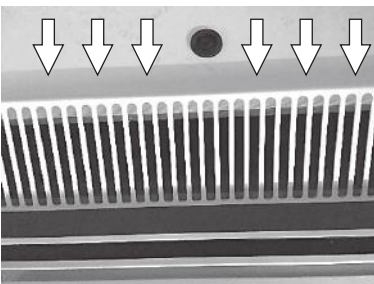

Abb.8: Luftansauggitter (Symbolfoto)
- ▶ Beladung nur bis zur Begrenzung der Luftansauggitter erlaubt (siehe → Abb.8).